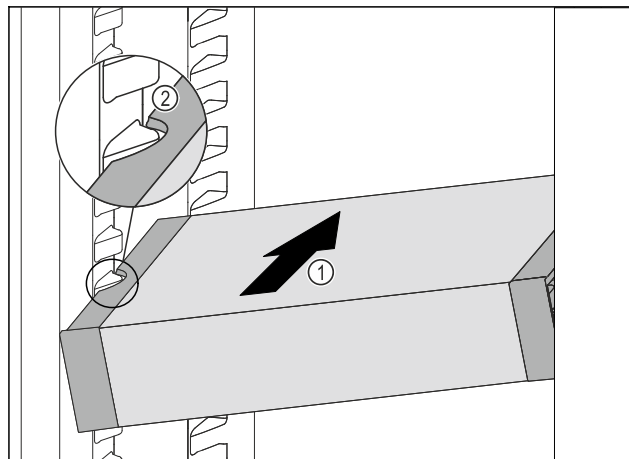

Fig. 129
- ▶ Insérer le VarioSafe en biais dans la partie réfrigérateur Fig. 129 (1) jusqu'à ce que les encoches latérales Fig. 129 (2) du VarioSafe se trouvent à la hauteur de la nervure du bac dans la partie réfrigérateur.